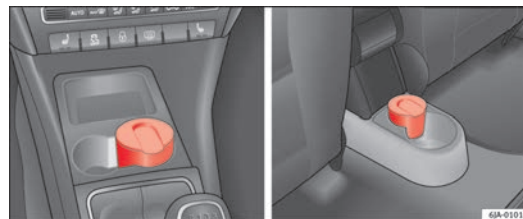

Fig. 85 Consola central: cenicero delantero / cenicero trasero
- El cenicero ⇒ fig. 85 se saca tirando hacia arriba.